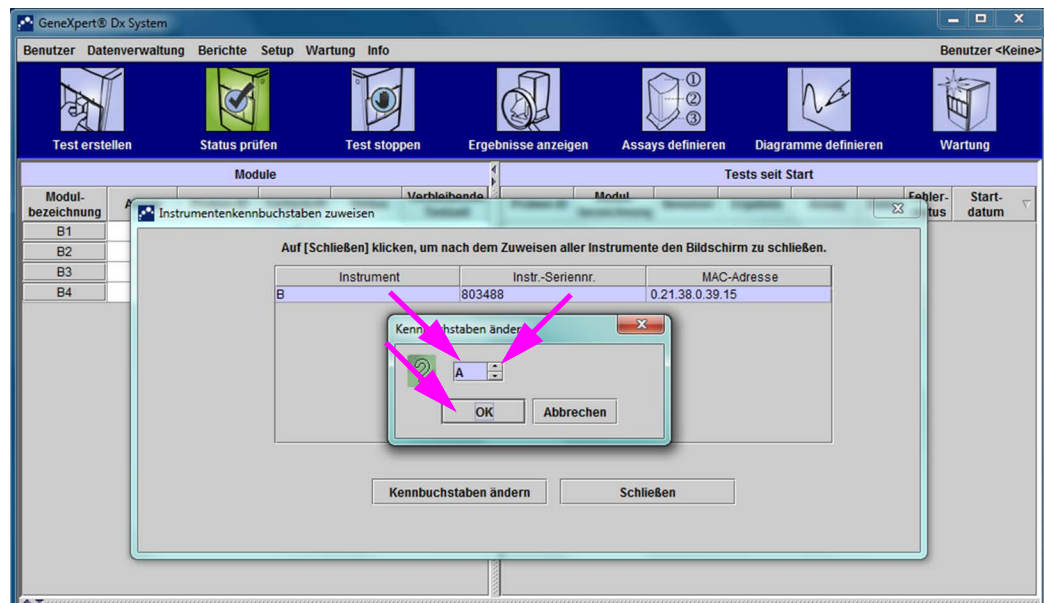

Abbildung 2-58. GeneXpert Dx System-Fenster mit überlagertem Dialogfeld „Kennbuchstaben ändern“
Das Dialogfeld „Kennbuchstaben ändern“ wird angezeigt, das in Abbildung 2-58 dargestellt ist. Ändern Sie den Buchstaben, der dem Modul (bzw. den Modulen) zugewiesen werden soll, mit dem Auf- und Abwärtspfeil des Dialogfelds „Kennbuchstaben ändern“.
6. Klicken Sie nach der Änderung des Kennbuchstabens auf **OK**. Siehe Abbildung 2-58.